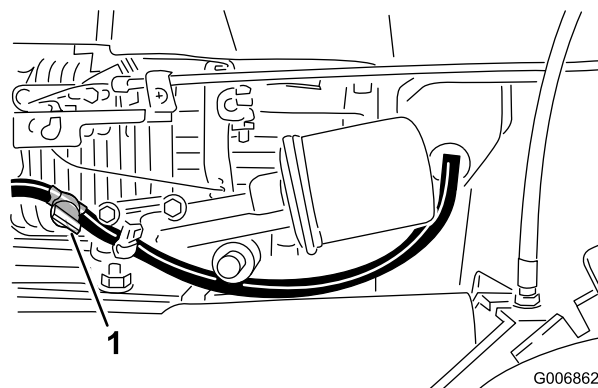

Figure 11
2. Ouvrez le robinet de carburant (Figure 11).